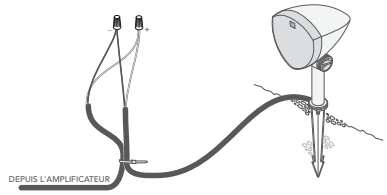

Figure 7
2. En commençant par l'enceinte la plus éloignée de l'amplificateur, dénudez 3/4po d'isolation sur l'extrémité coupée des câbles pleine terre pour le canal d'amplification approprié, conformément aux tableaux ci-dessous, puis dénudez l'isolation des extrémités du câble de l'enceinte correspondante (voir la Figure 7).
3. Connectez le câble pleine terre au câble de l'enceinte à l'aide d'un collier de serrage (voir Figure 7).